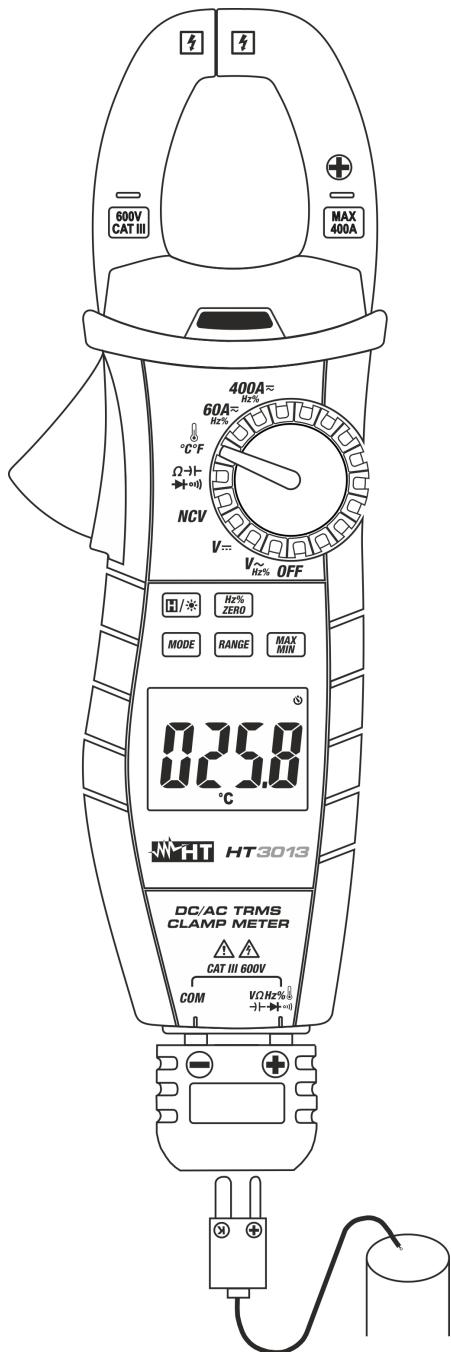

Fig. 10: Uso dello strumento per misura di Temperatura con sonda K
3. Inserire la sonda a filo tipo K in dotazione nei terminale di ingresso  $\text{V}\Omega\text{Hz}\% \rightarrow \text{I} \rightarrow \text{V} \rightarrow \text{COM}$  e **COM** tramite l'opportuno adattatore, rispettando la polarità mostrata in Fig. 10. Il valore della temperatura è mostrato a display